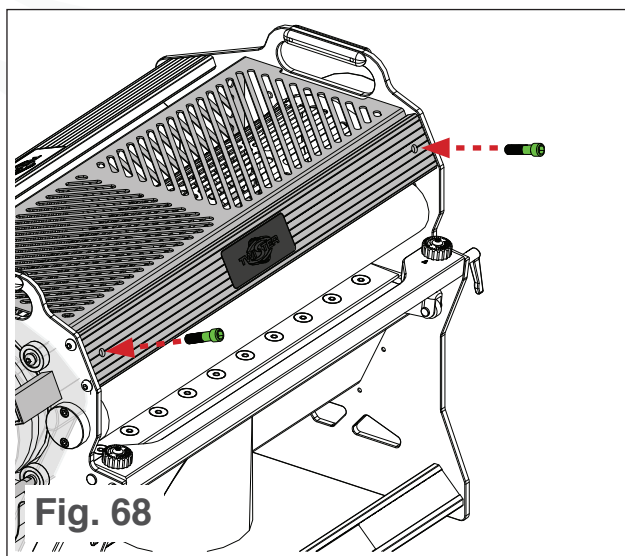

Fig. 68
- i. Inserte y, con una llave hexagonal de 5/32, apriete los pernos del protector del tambor (ver Fig. 68).